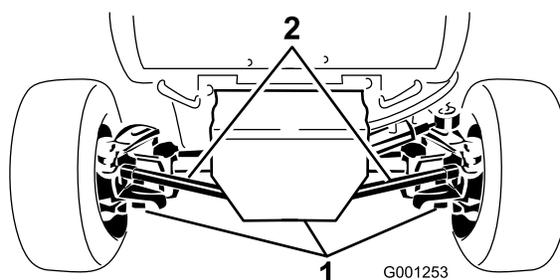

Figura 53
2. Pulite attorno ai tre tappi di spurgo, uno per lato ed uno in centro (Figura 53).